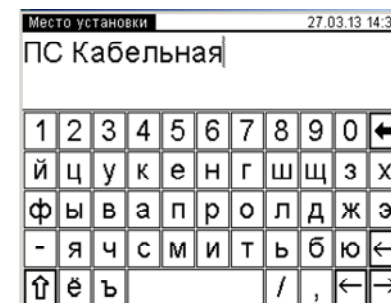

Рисунок 6.12
3) Выбрать раздел для ввода, для чего нажать, например, в разделе "Место установки" в поле "Пусто". На экране откроется окно "Место установки" (рисунок 6.12).
4) Ввести данные в поле для ввода (рисунок 6.12, поз.2), нажимая соответствующие кнопки с цифрами и буквами (рисунок 6.12, поз.1).